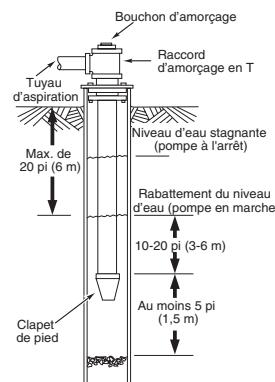

FIGURE 1 - INSTALLATION D'UN PUITS TUBÉ OU CREUSÉ
5. Si vous utilisez un clapet de pied, il est recommandé d'utiliser un raccord en T et un bouchon d'amorçage (figure 1).
5. Si un tuyau horizontal plus long doit être utilisé, installez un raccord d'amorçage en T entre le clapet de non-retour et la tête de puits (figure 1). Utilisez la nomenclature 80 ou un tuyau en fer.